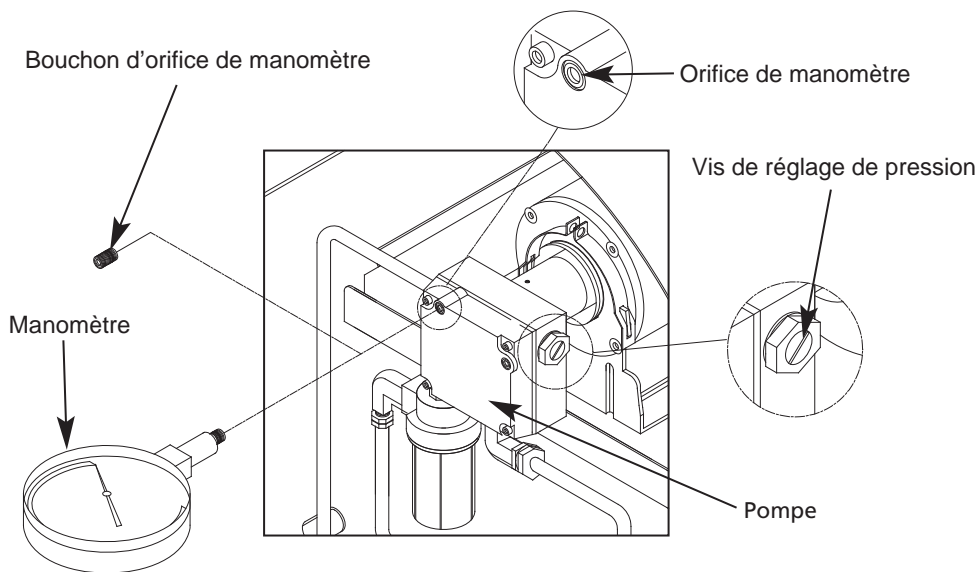

Figure 16. Réglage de la pression de la pompe
- Installer le manomètre dans l'orifice (voir la Figure 16).